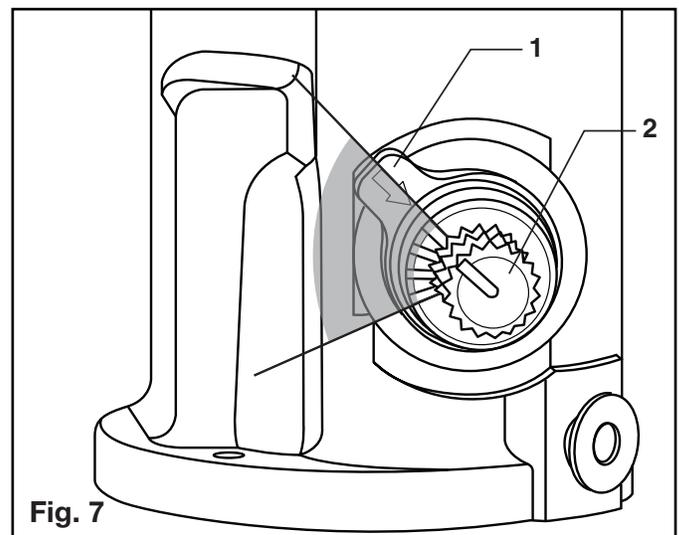

Fig. 7
1. Retire el TORNILLO DE LA TAPA (1).
2. Retire la TAPA (15).
3. Desconecte el CONECTOR NEGRO DE SUMINISTRO DE ELECTRICIDAD (7) y vuelva a conectar. Fig. 7.
4. Mientras el LED DE CONTROL DEL SENSOR (9) esté brillando de manera intermitente y lenta, coloque la mano a 1 a 2 pulgadas (25,4-50,8 mm) delante del sensor.
6. Una vez que el LED DE CONTROL DEL SENSOR (9) empiece a brillar de manera intermitente otra vez, retire la mano de la zona de detección. Cuando deje de brillar, la distancia de detección ya estará establecida.
7. Vuelva a ensamblar la TAPA (15) y fíjela usando el TORNILLO DE LA TAPA (1).
D AJUSTAR EL CIERRE DE LÍMITE DE AGUA CALIENTE; Fig. 7, 9